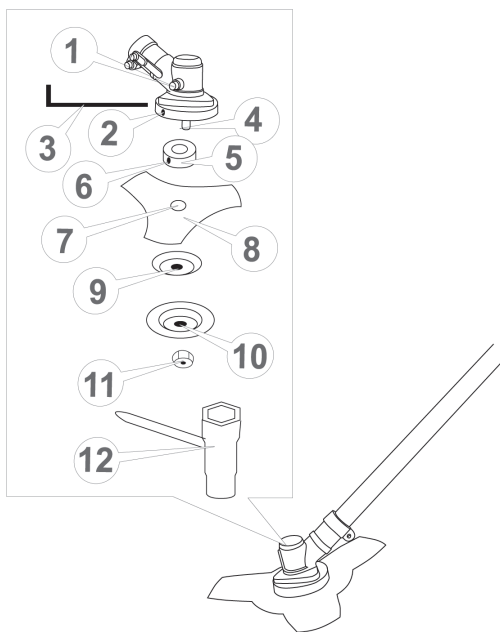
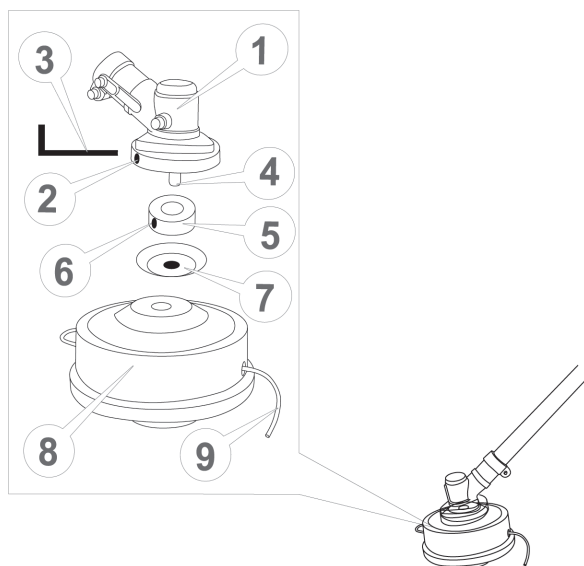

Рисунок 5. Схема встановлення різального ножа.
Рисунок 6. Схема встановлення різальної головки із жилкою.
- вставити шестигранний ключ (3, рис. 5) або викрутку в стопорний отвір (2, рис. 5) редуктора, фіксуючи таким чином вал від провертань;
- відкрутити за допомогою накидного ключа (12, рис. 5) верхню фіксувальну гайку лівої нарізки (11, рис. 5), зняти її, після чого зняти захисну кришку тарілчастої форми (10, рис. 5) та шайбу тарілчастої форми (9, рис. 5), залишаючи на шпindelі (4, рис. 5) приводну шайбу-перехідник (5, рис. 5);
- поверх приводної шайби вкласти різальний ніж (8, рис. 5) таким чином, щоб посадковий уступ приводної шайби (5, рис. 5) увійшов у посадковий отвір ножа (7, рис. 5);
- поверх ножа почергово встановити на шпindel редуктора шайбу тарілчасту (9, рис. 5), захисну кришку (10, рис. 5) і надійно закріпити гайкою лівої нарізки (11, рис. 5) за допомогою накидного ключа (12, рис. 5);
- витягнути ключ (3, рис. 5) із стопорного отвору (2, рис. 5) редуктора (1, рис. 5).
Фіксуюча гайка (11, рис. 5) має ліву нарізку.
- вставити шестигранний ключ (3, рис. 6) або викрутку в стопорний отвір (2, рис. 6) редуктора, фіксуючи таким чином вал від провортань;
- відкрутити за допомогою накидного ключа (12, рис. 5) верхню фіксувальну гайку лівої нарізки (11, рис. 5), зняти її, після чого зняти захисну кришку (10, рис. 5), залишаючи на шпинделі (4, рис. 6) приводну шайбу (5, рис. 6) та шайбу тарілчастої форми (7, рис. 6);
- поверх шайби тарілчастої форми накрутити різальну головку із жилкою (8, 9, рис. 6);
- витягнути шестигранний ключ (3, рис. 6) або викрутку із стопорного отвору (2, рис. 6) редуктора (1, рис. 6).